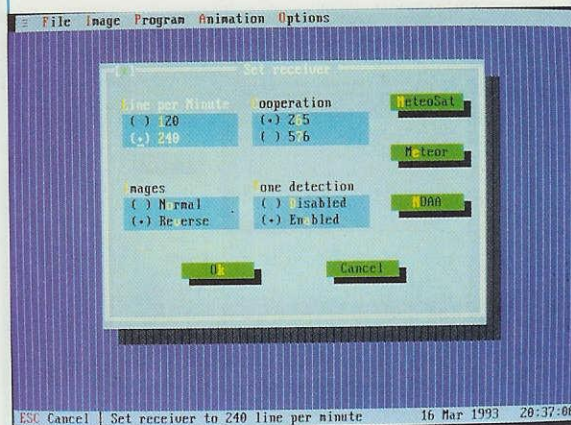

Fig.8 Premendo **Alt O** e Receiver potrete selezionare il satellite Meteosat oppure i Polari NOAA o MET.
**Receiver** = Serve per selezionare il tipo di satellite da cui vogliamo ricevere. Premendo la lettera **M** il programma si predispose per captare le immagini del satellite **Meteosat**, premendo la lettera **E** il programma si predispose per captare le immagini dei satelliti **Polari russi**, mentre premendo la lettera **N** il programma si predispose per captare le immagini dei satelliti **Polari americani** di tipo NOAA (vedi fig. 8).
Quando siete nel menu principale, per compiere questa operazione premete i tasti **Alt O**, poi il tasto **R = Receiver** e vedrete apparire la pagina di fig.8.
Per i soli satelliti **polari**, se sappiamo già che il satellite giungerà con un'orbita **discendente** oppure **ascendente**, potrete far apparire sul monitor l'immagine **diritta** o **rovesciata**, premendo la lettera **I = Images** e portandovi col cursore su una delle due righe, cioè **Normal** o **Reverse** (vedi fig. 8).
Quando sul monitor appare il menu principale pigiate i tasti **Alt O**, poi il tasto **R** (riga Receiver) e vedrete apparire la pagina di fig.8.